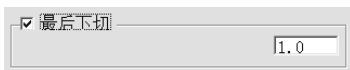

图 4-125 最后下切选项栏
6) 最后下切：勾选该复选框，激活“最后下切步距”选项栏，如图 4-125 所示。